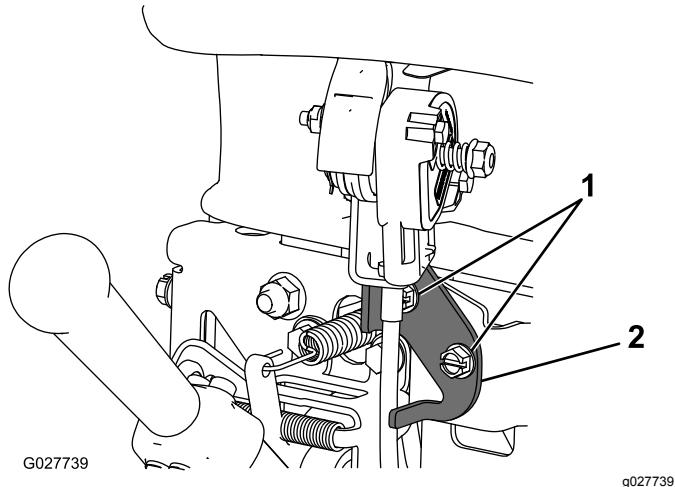

Рисунок 33
- Ослабьте две крепежных детали рычага дроссельной заслонки (Рисунок 33).